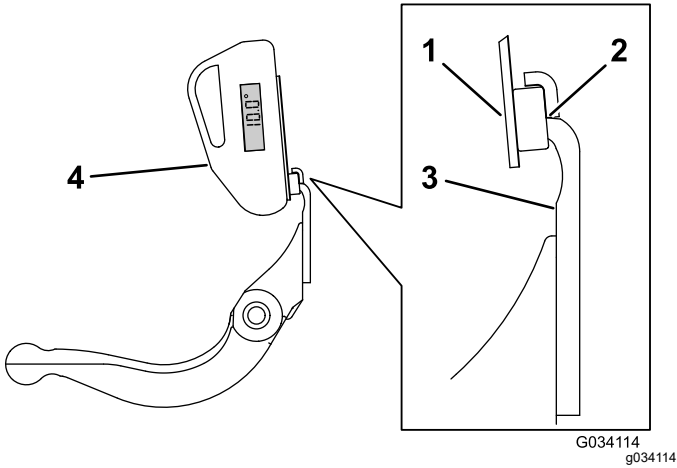

图 20
4. 如 图 20所示将角度指示器放置到底座上。
3. 将角度指示器底座放在底刀边缘上以使磁体边缘与底刀边缘紧密配合 图 20。